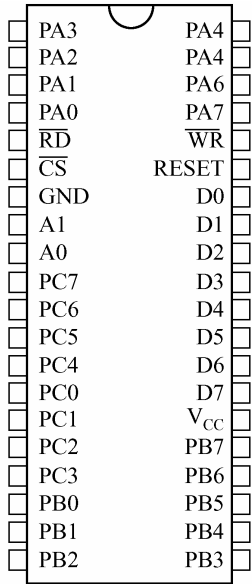

图 6.3 接口 8255A 引脚图
② 工作方式控制电路。A、B 两组控制电路把三个端口分成 A、B 两组，A 组控制 A 口各位和 C 口高 4 位，B 组控制 B 口各位和 C 口低 4 位。两组控制电路各有一个控制命令寄存器，用来接收由 CPU 写入的控制字，以决定两组端口的工作方式。也可根据控制字的要求对 C 口按位清“0”或置“1”。
③ 读/写控制逻辑电路。接收来自 CPU 的地址信号及一些控制信号，控制各个口的工作状态。
④ 数据总线缓冲器。数据总线缓冲器是一个三态双向缓冲器，用于和单片机系统的数据总线直接相连，以实现 CPU 和 8255A 之间信息的传送。
(2) 引脚功能。8255A 为双列直插式 40 引脚封装芯片，如图 6.3 所示。